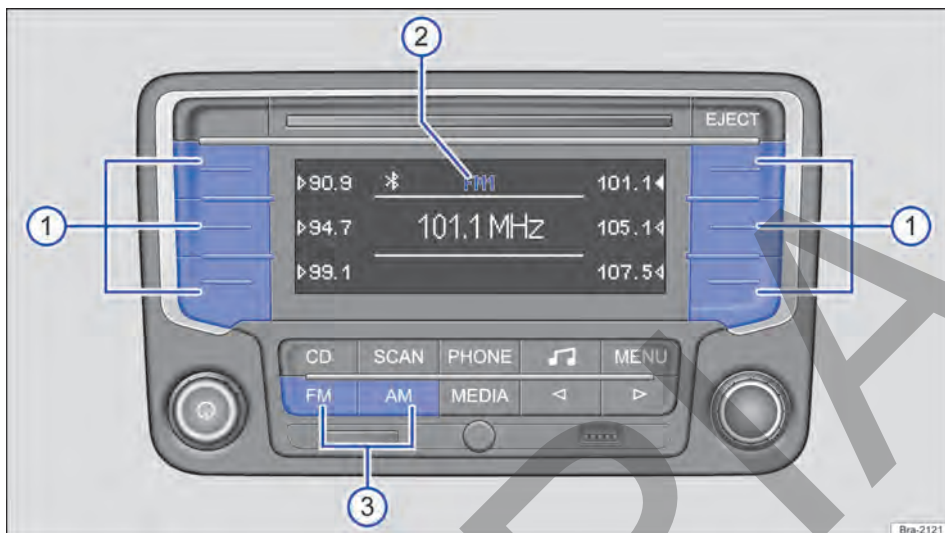

Fig. 149 Seleccione la banda de frecuencia y el nivel de memoria.
Pulse la tecla del equipo **FM** o **AM** → fig. 149 ③ hasta que se muestre el nivel de memoria deseado → fig. 149 ②.
Al cambiar los niveles de memoria, las frecuencias de las emisoras de radio memorizadas se muestran al lado de las teclas de presintonía fig. 149 ①.